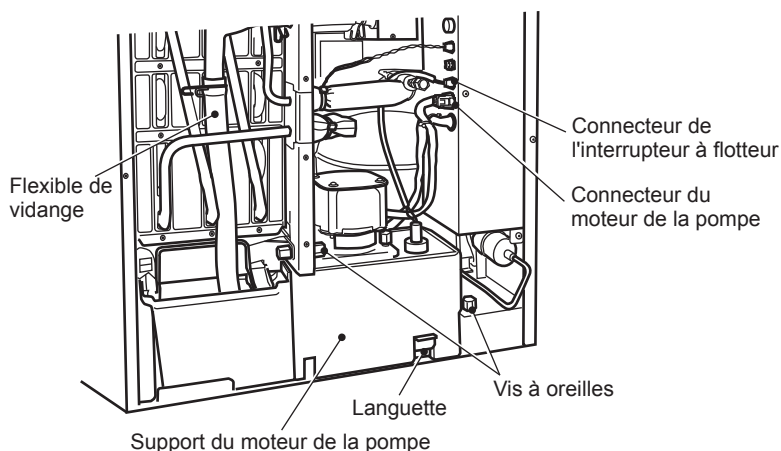

Fig. 2
- 2) Desserrer les deux vis à oreilles utilisées pour la fixation du support du moteur de la pompe. Voir fig. 2.